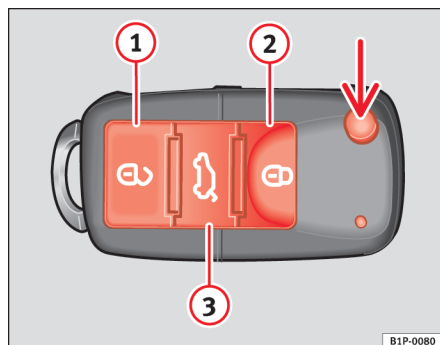

Fig. 64 Knapper på nøglen med fjernbetjening
Med knappen  $\Rightarrow$  fig. 64 (pil) på fjernbetjeningen kan du klappe nøglen ud.
Bilen bliver låst op med  $\square$   $\Rightarrow$  fig. 64 ①.
Bilen bliver låst med  $\square$   $\Rightarrow$  fig. 64 ②.
Oplåsning af bagklappen. Tryk på knappen  $\square$   $\Rightarrow$  fig. 64 ③, indtil alle blinklygter på bilen blinker. Når du har trykket på oplåsningknappen  $\square$  ③, kan du åbne bagklappen inden for 2 min. Når denne periode er gået, bliver bagklappen låst igen.
Desuden blinker nøglens batterikontrollampe  $\Rightarrow$  fig. 64.
Når du trykker en gang på knappen  $\square$   $\Rightarrow$  fig. 64 ①, bliver kun førerdøren låst op. Alle andre døre er stadig låst.
Når du trykker to gange på knappen  ⇒ side 100, fig. 64 , bliver alle døre låst op.
- Tryk på knappen  ⇒ side 100, fig. 64 på fjernbetjeningen.